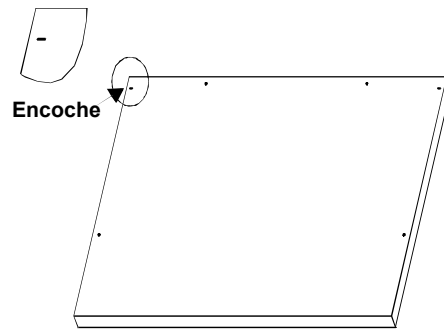

Figure 1. Panneau inférieur
3. Placez le panneau inférieur (1) sur une surface propre et lisse. Voir Figure 1.